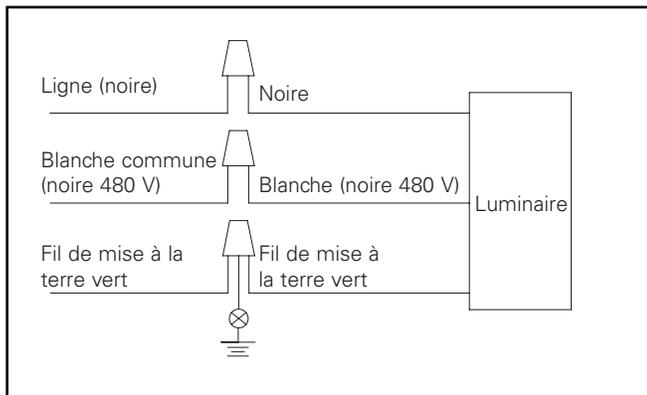

Figure 11.
6. Effectuez les branchements des fils à l'intérieur du bras de fixation. Consultez le schéma de câblage pour les connexions d'alimentation. Connectez les fils d'alimentation aux fils de sortie appropriés du luminaire. (Figure 11)